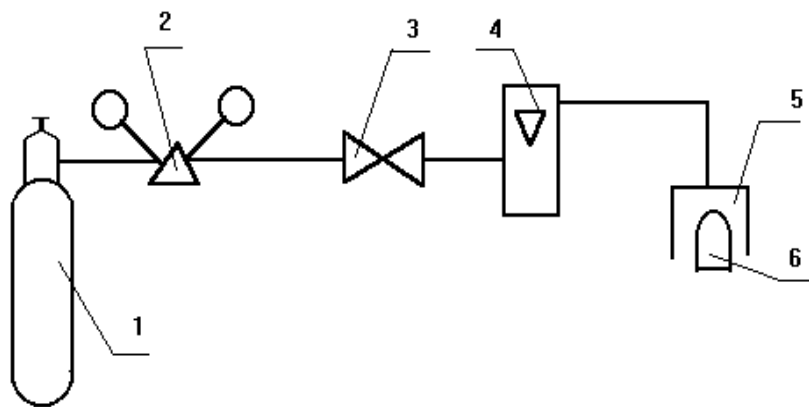

Рис.4. Схема поверки газоанализатора
- ◆ собрать схему измерений в соответствии с рис.4 Приложения А;